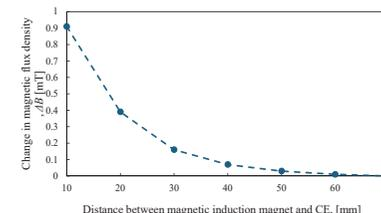

図8 磁気誘導磁石中心に設置した磁気センサの実測結果
- ・図8より、最小で**60 mm**の距離の位置推定が可能